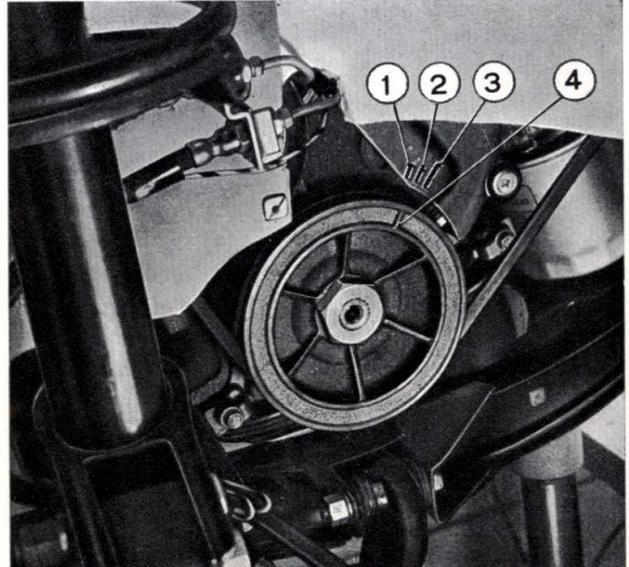

Fig. 2 - Repères pour le calage du point d'allumage
- Alimenter la bobine d'allumage en plaçant la clé dans le contacteur de démarrage et, en opérant avec la clé 88011321 sur l'écrou qui fixe la poulie du vilebrequin, tourner le vilebrequin dans le sens de rotation normale jusqu'à ce que l'encoche sur la poulie et le premier repère sur le couvercle de distribution (pièce 1 de figure 2) ne soient en face.
tourner le vilebrequin jusqu'à ce que l'encoche sur la poulie et le repère (1 de fig. 2) sur le couvercle de distribution ne soient en face.